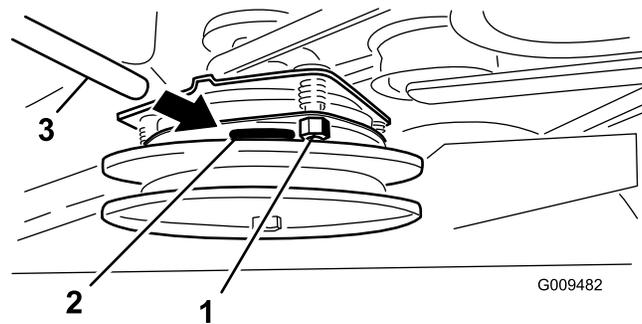

図 61
2. 調整が必要な場合には、3箇所それぞれについて 0.381 mm に調整する。すき間ゲージがかかるくはさまれるがまだ楽に動かせる程度までロックナットを締め付ける (図 61)。